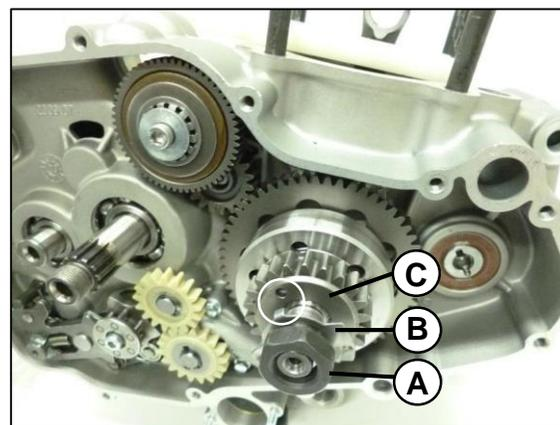

Fig. 13
Remueva la tuerca (A) y la arandela de bloqueo (B), verificar al momento de ensamble que su guía demarcada en círculo blanco este dentro del orificio del piñón primario. Remueva el piñón (C). **Fig. 13**